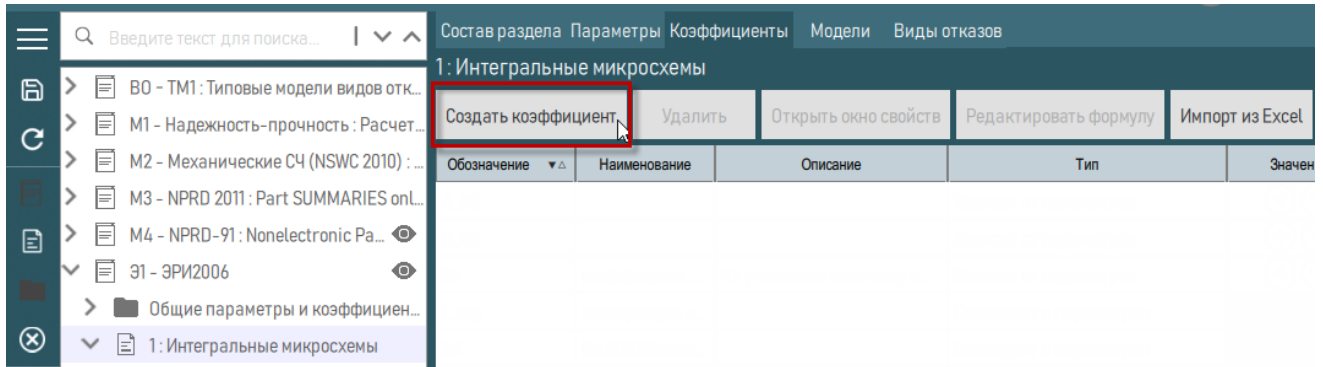

Рисунок 92 – Создание коэффициента
2) На панели инструментов в правой рабочей области нажать кнопку «Создать коэффициент» (рисунок 92).